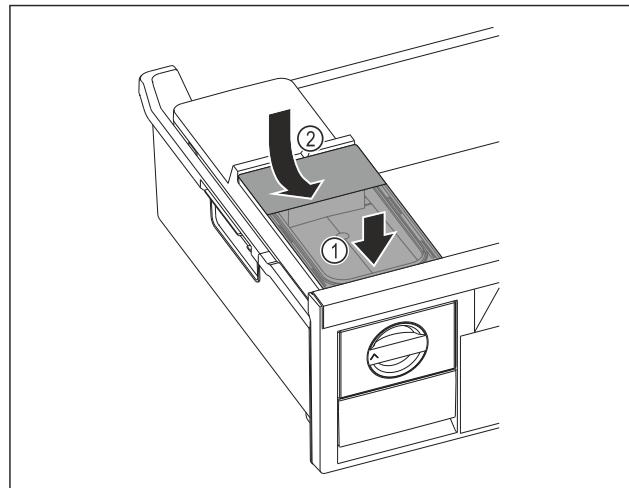

Fig. 72
- Установите бак для воды спереди. Fig. 72 (1)
- Опустить бак для воды сзади. Fig. 72 (2)